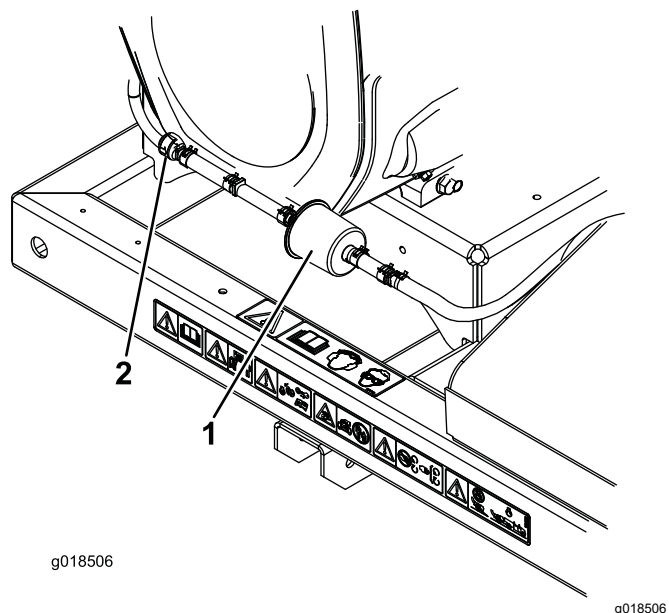

图 24
2. 将碳罐净化过滤器两侧的弹簧型软管夹移离过滤器图 24。
3. 拆下并丢弃碳过滤器图 24。
4. 将新过滤器装入软管使过滤器上的箭头指向单向阀并使用软管夹固定图 24。